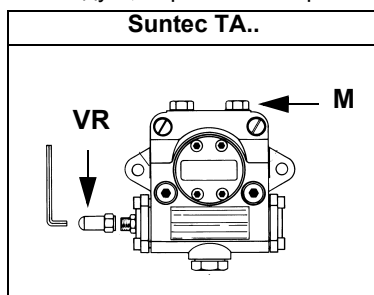
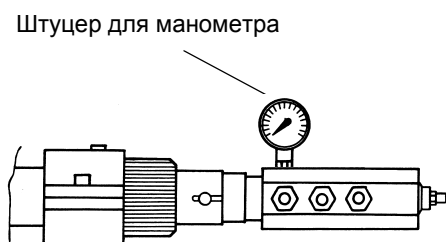

Рис. 13
Рис. 14
- 3 выпустить воздух со штуцера (**M**) манометра насоса (Рис. 13), расслабив слегка заглушку, но не снимая ее; затем отпустить контактор
- 5 Давление питания форсунки уже отрегулировано заранее на заводе-изготовителе и не должно изменяться. Только в случае необходимости, отрегулировать давление питания (см. соответствующий параграф) следующим образом: установить манометр в положение, указанное на Рис. 14, воздействовать на регулировочный винт **VR** насоса (см. Рис. 13) до получения на форсунке давления в 25 бар (см. график на Рис. 15);